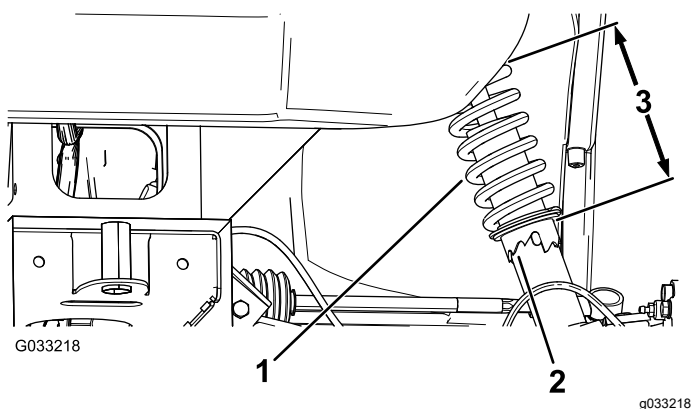

Figura 50
2. Se la campanatura della ruota non è regolata correttamente, usate la chiave fissa per ruotare il collare dell'ammortizzatore per allineare la ruota (Figura 50).